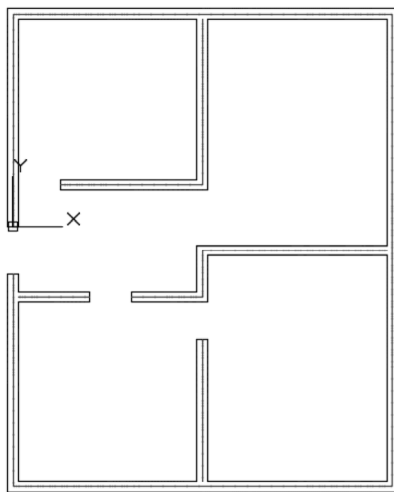

图 2-37 完成“T 形打开”的结果
9) 在“多线编辑工具”对话框中单击“T 形打开”按钮 , 接着选择第一条多线 (其中一处内墙), 再选择第二条多线 (外墙) 作为要打开的多线, 从而完成一处“T 形打开”操作, 继续根据提示依次选择相交的多线进行修剪, 结果如图 2-37 所示。